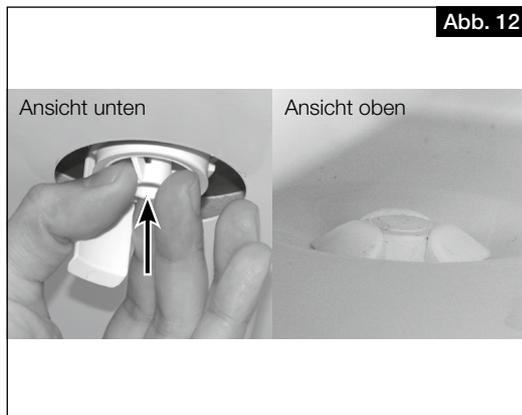

Abb. 12
2. Verriegelungsteil herausziehen und Befestigungsteil von unten in die Öffnung der Bodenwanne stecken, bis die Krallen an der Kante der Bodenplatte einrasten (s. Abb. 12).